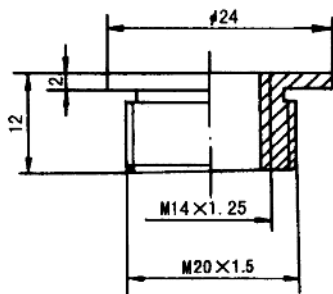

图 1-4 火花塞螺纹孔镶套
(3)火花塞螺纹孔的修理方法:用铜棒制作一个有内外螺纹的铜套,其尺寸规格如图1-4所示。镶套前,应将气缸盖上的原螺纹孔加大到 $M20 \times 1.5$;然后找一个火花塞,在火花塞的螺纹部分涂抹润滑脂,拧入制好的螺纹套中,并在螺纹套外螺纹表面涂抹少许铅油;最后将螺纹套拧入气缸盖螺纹孔中并拧紧,退出火花塞,在螺纹套下端用冲子冲大,以防止螺纹套松动。